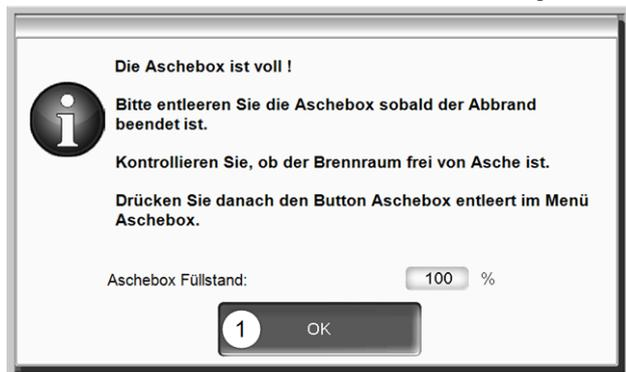

Abb. 2-50
- ▶ Die Hinweis-Meldung am Display mit **OK 1** bestätigen > Abb. 2-50